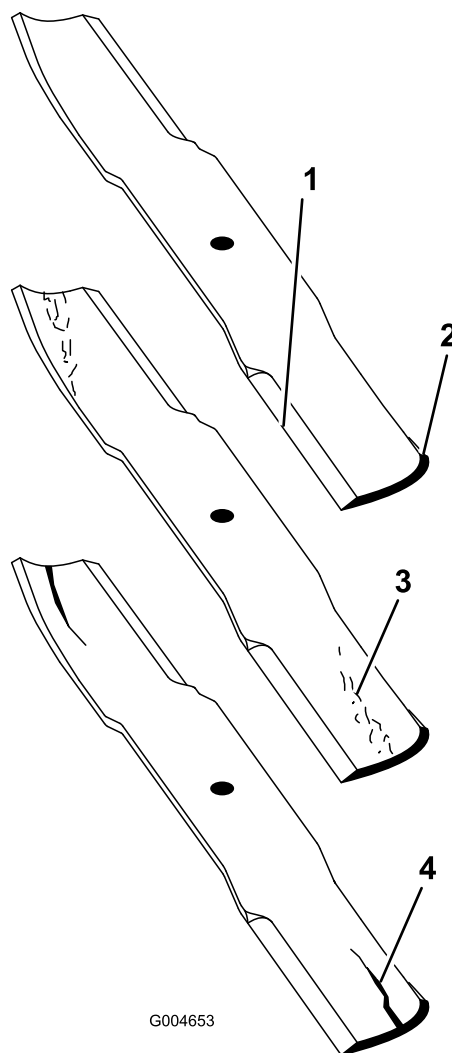

図 65
1. 刃先の部分を点検する（図 65）。刃先部分が鋭利でなかったり、打ち傷がある場合には、ブレードを外して研磨する。「ブレードの研磨」を参照。
2. ブレードを点検し、特にセール部をよく観察する（図 65）。破損、磨耗、割れの発生などがあれば（図 65）、直ちに新しいブレードに交換する。